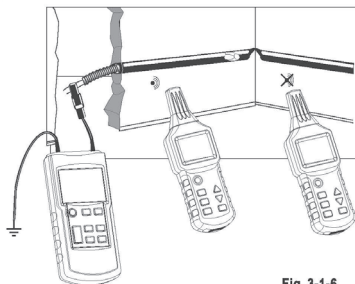

Fig. 3-1-6
- *El emisor está conectado a un tubo helicoidal de metal (tubo de metal o conductor flexible) y una toma de tierra auxiliar, como se muestra en la Fig. 3-1-6;